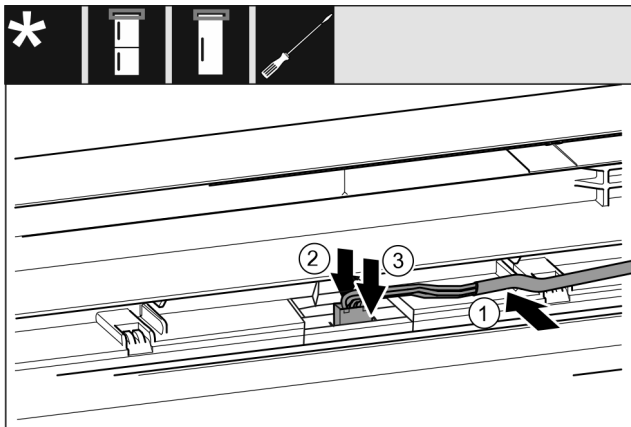

Fig. 49 Kühl-/Gefrierkombinationen / Gefriergeräte / Kühlgeräte\*
- ▶ Kabel Fig. 49 (1) in die Führung in der oberen Tür einlegen.\*
- ▶ Rastnase Fig. 49 (2) nach hinten drücken.\*
- ▶ Stecker Fig. 49 (3) einrasten.\*